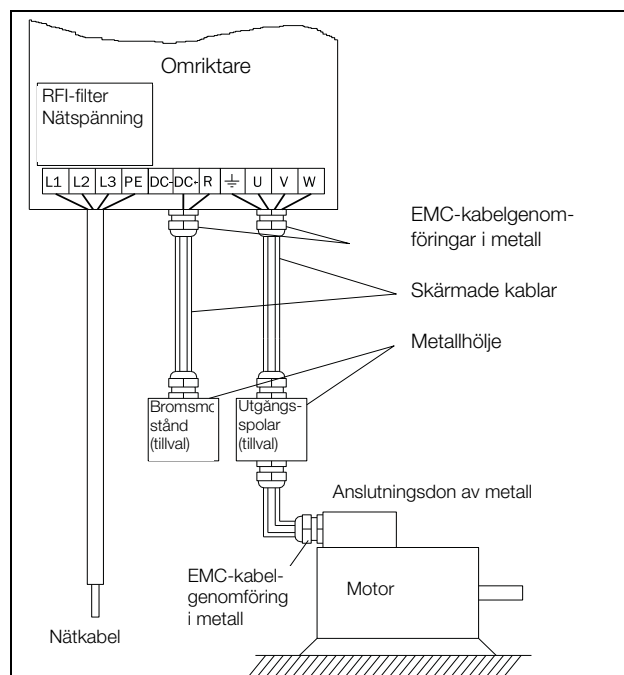

Fig. 72 Anslutning av nät- och motorkablarna.
1. Anslut nätkablarna enligt Fig. 72. Frekvensomriktaren har som standard ett inbyggt RFI-nätfilter som uppfyller kategori C3, vilket passar för standarden 2nd Environment.
Anslut motorkablarna enligt Fig. 72. För att EMC-direktivet ska uppfyllas måste skärmade kablar användas, och motorkabelns skärmning måste vara ansluten i båda ändarna (till både motorhöljet och omriktarens hölje).